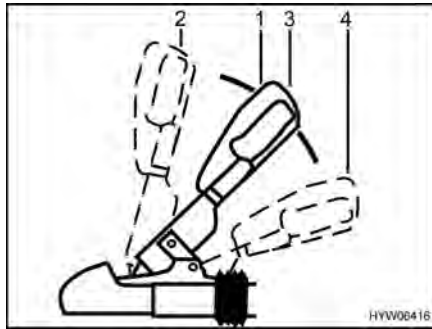

Bild 4 Säkerhetskoppling WS 3000 D
- Drag upp kopplingshandtaget (Bild 4,1) till läget "öppet" (Bild 4,2). Säkerhetskopplingen är öppen.
- Sätt den öppna säkerhetskopplingen på dragfordonets kopplingskula och släpp kopplingshandtaget. Handtaget återgår automatiskt till utgångsläget (Bild 4,3).
- Aktivera stabiliseringsanordningen. Tryck då ned kopplingshandtaget från stängt läge (Bild 4,3) till nedre stoppläget (Bild 4,4).
Avaktivera stabiliseringsanordningen, t. ex. vid rangering, drag sakta upp kopplingshandtaget (Bild 4,1) till stängt läge (Bild 4,3).